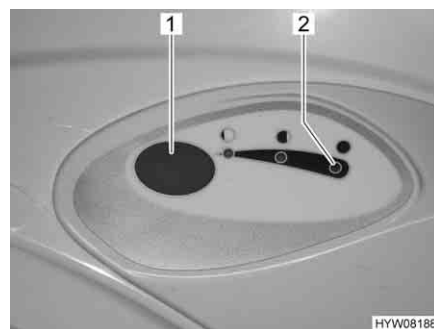

Fig. 177 Pulsante dello sciacquone/spia di controllo (toilette Thetford)
- Per sciacquare premere il pulsante blu (Fig. 177,1).
La spia di controllo (Fig. 177,2) si accende quando il serbatoio fecale deve essere svuotato.